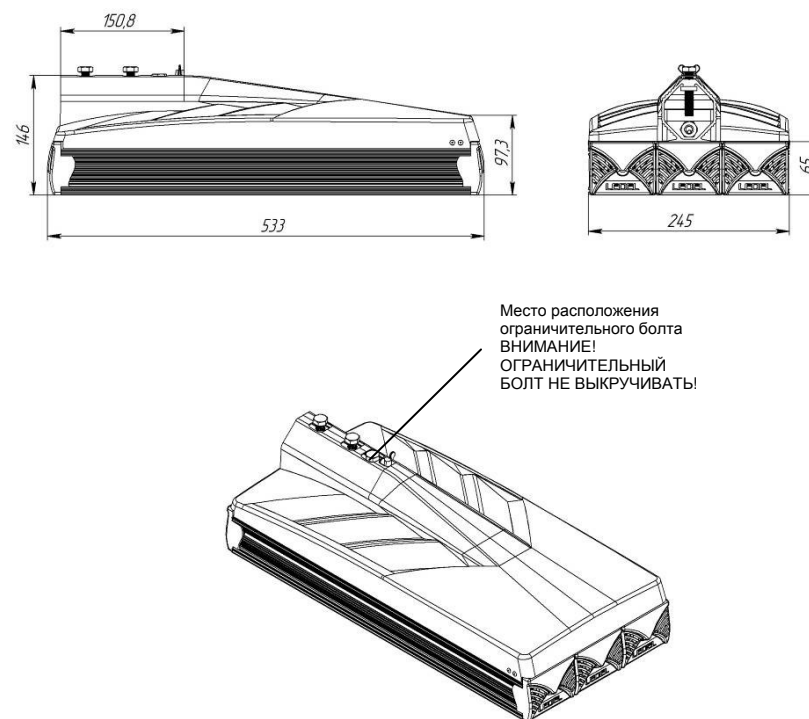

Рисунок 1 Габаритные размеры светильника «L-street 72»
- 1. Ослабить фиксирующие болты (кроме ограничительного болта, см. рис. 1);